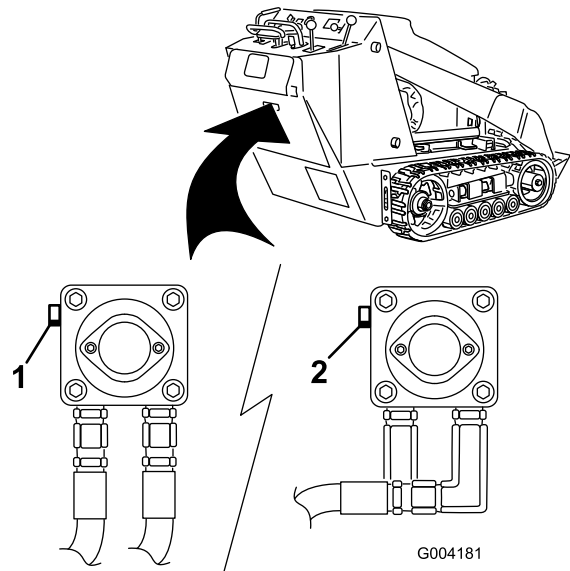

Figure 22
3. A l'aide d'une clé, donnez deux tours dans le sens anti-horaire aux vannes de remorquage situées sur les pompes hydrauliques (Figure 22).